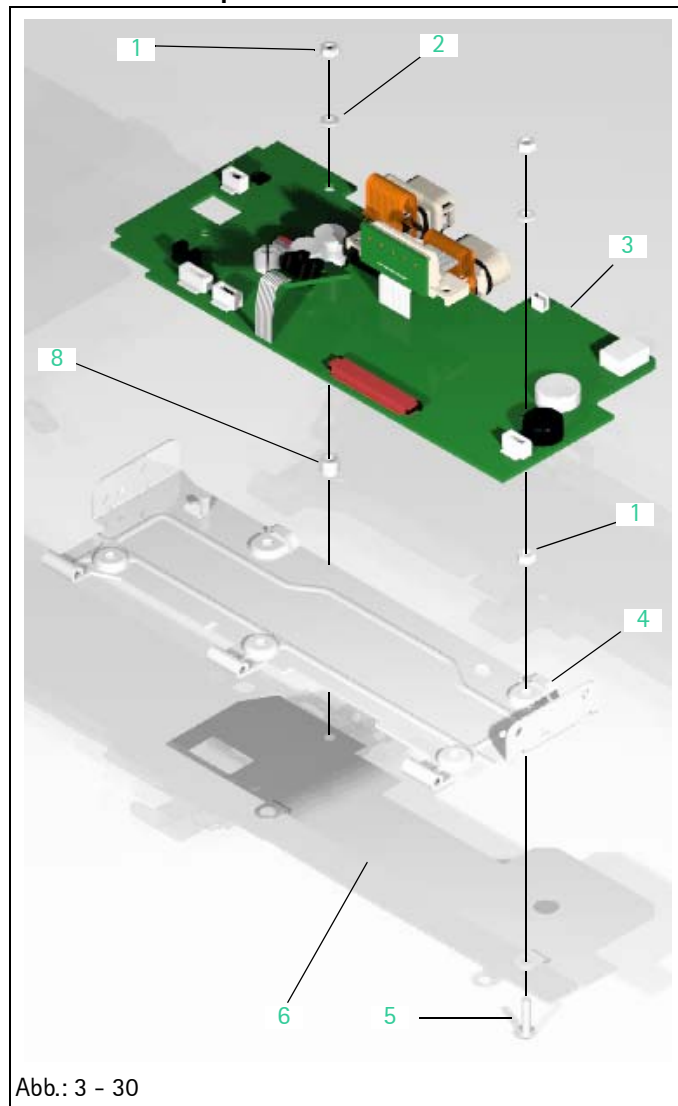

Abb.: 3 - 30
9. Scharnierachse aus der Rückwand, Bedieneinheit (Abb.: 3 - 29 / Pos. 7), aus dem Bodeninnenrahmen (Abb.: 3 - 29 / Pos. 5), von der Scharnierabdeckung, Feder (Abb.: 3 - 29 / Pos. 2), von der Scharnierabdeckung, Kabel (Abb.: 3 - 29 / Pos. 3) und von der Scharnierfeder (Abb.: 3 - 29 / Pos. 8) drücken.
Legende zu Abb. 3 - 30: